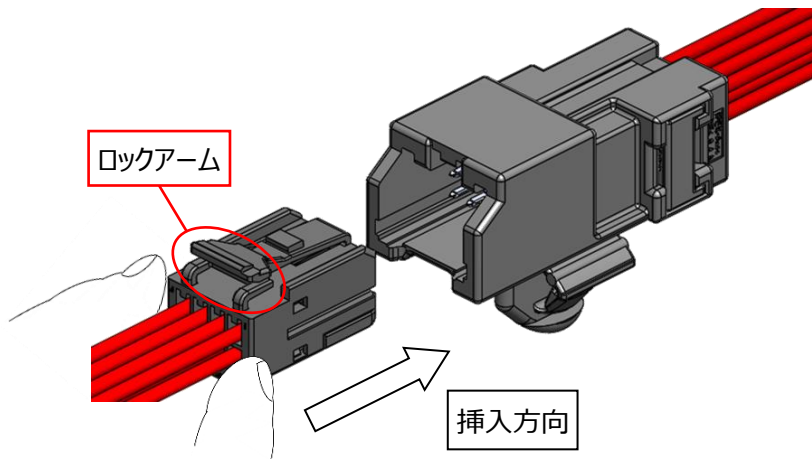

図 44 コネクタ挿入
- ①リレーナ装着作業が完了しているメスコネクタを、図 44 に示す方向でカチッと音がするまでまっすぐ押し込んでください。